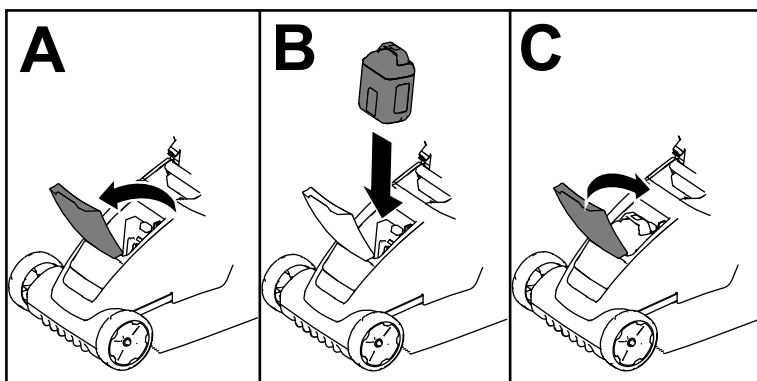

Figure 8
3. Soulevez le couvercle du compartiment de la batterie (A de la Figure 8).
4. Placez le creux dans la batterie en face de la languette sur la machine, et glissez la batterie dans le compartiment jusqu'à ce qu'elle s'enclenche en position (B de la Figure 8).
5. Refermez le couvercle du compartiment de la batterie (C de la Figure 8).